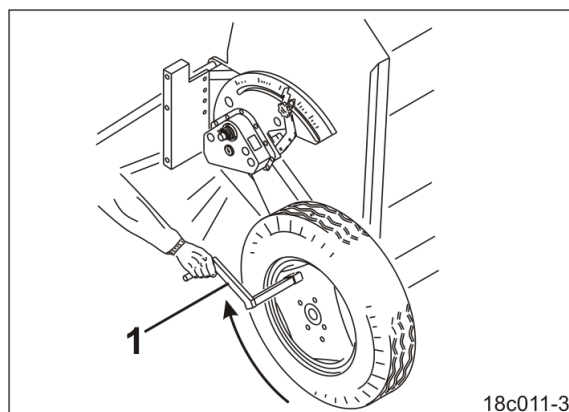

Fig. 158
- 9.3. Introduceți manivela de calibrare (Fig. 158/1) în țeava pătrată de la roata din dreapta.